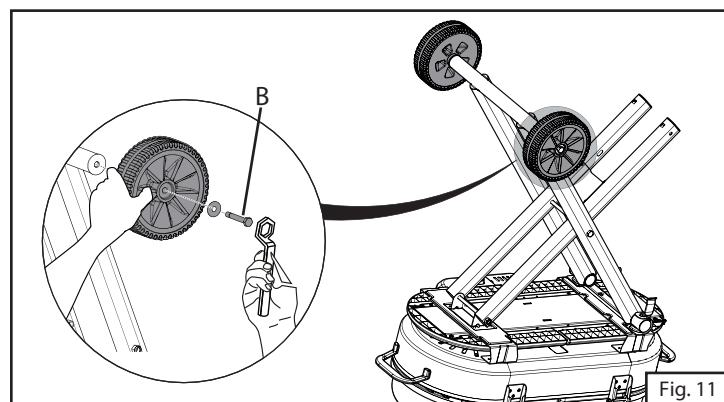

Fig. 11
8. Fixer chaque roulette à l'axe à l'aide d'un boulon et d'une rondelle. Utiliser une clé pour serrer fermement la vis. (Fig. 11)